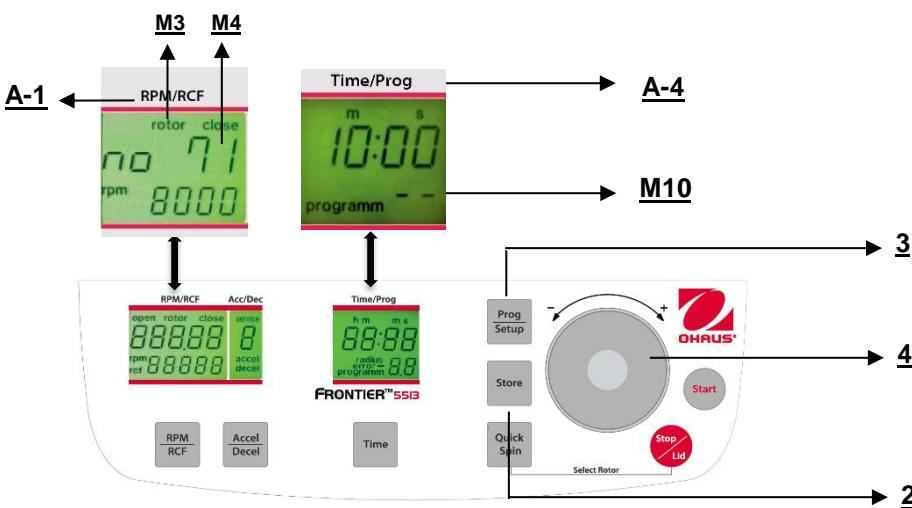

Figura. 23
Pre richiamare i programmi salvati, premere il tasto **"Prog/Setup"** (3) (fare riferimento alla figura 23) quando il coperchio è già chiuso. Sul display **"Time/Prog"** (A-4), appare la parola **"programm --"** (M10). Il numero di programma desiderato può essere preselezionato mediante la quadrante di regolazione (4).